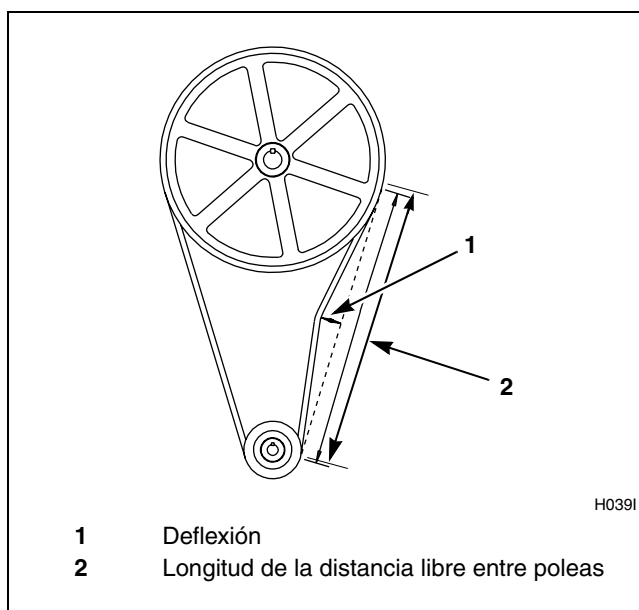

Figura 13
- d. **En modelos de velocidad variable solamente**, verifique que la tensión de las correas en V es la correcta aplicando una fuerza fija a la correa y midiendo la deflexión. Vea los márgenes de tensiones de correa aceptables en la *Tabla 4*. Las mediciones de tensión de la correa deben realizarse lo más cerca posible del centro de la longitud de la distancia libre entre poleas. Consulte la *Figura 13*.